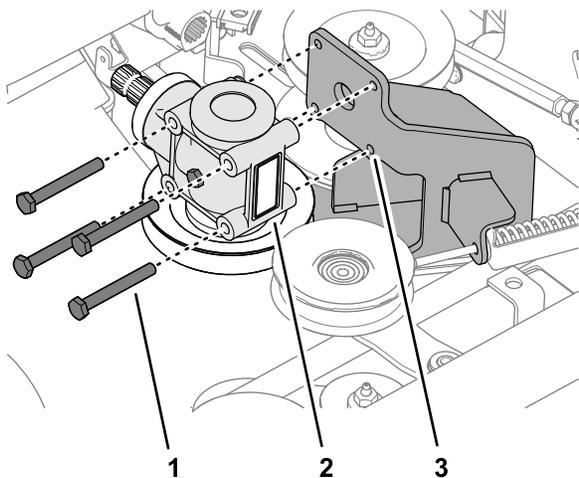

Figura 118
2. Retire los 4 pernos que sujetan la caja de engranajes de la carcasa de corte al soporte de la caja de engranajes (Figura 118).
- Alinee los orificios en la caja de engranajes de la carcasa de corte con los orificios en el soporte de la caja de engranajes; consulte la Figura 118 en Retirada de la caja de engranajes \(página 79\).